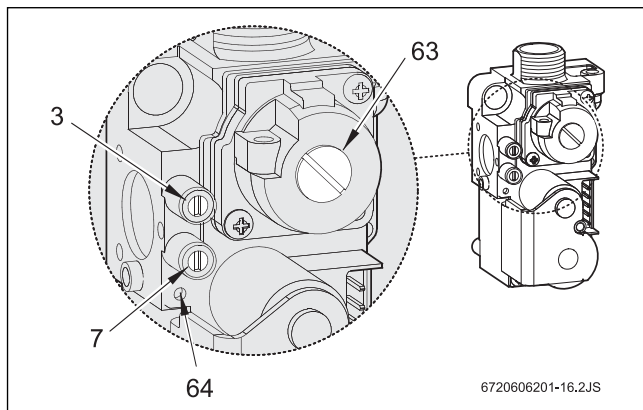

Fig. 25 Cuerpo de gas
- ▶ Desmontar la cubierta del tornillo de ajuste del gas (63) (Fig. 25).
- ▶ Tratándose de gas natural: ajustar el consumo MAX con el tornillo de ajuste (63) (Tab. 8).